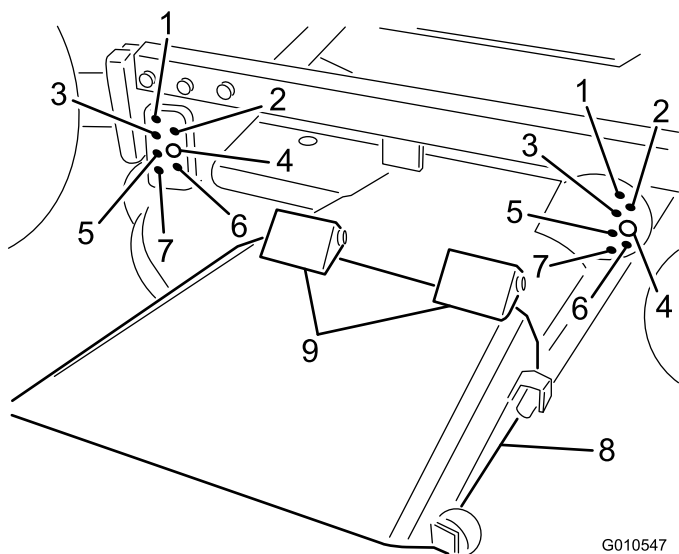

Figure 11
Vous pouvez régler la hauteur de coupe entre 25 et 102 mm par paliers de 13 mm suivant les trous dans lesquels vous placez les 4 axes de chapes (Figure 11).
**Remarque:** Le déflecteur est ramené par ressort à sa position normale de fonctionnement (Figure 11), à savoir la position abaissée ; toutefois, il peut être poussé temporairement sur le côté pour faciliter le chargement sur une remorque ou en cas de nécessité.